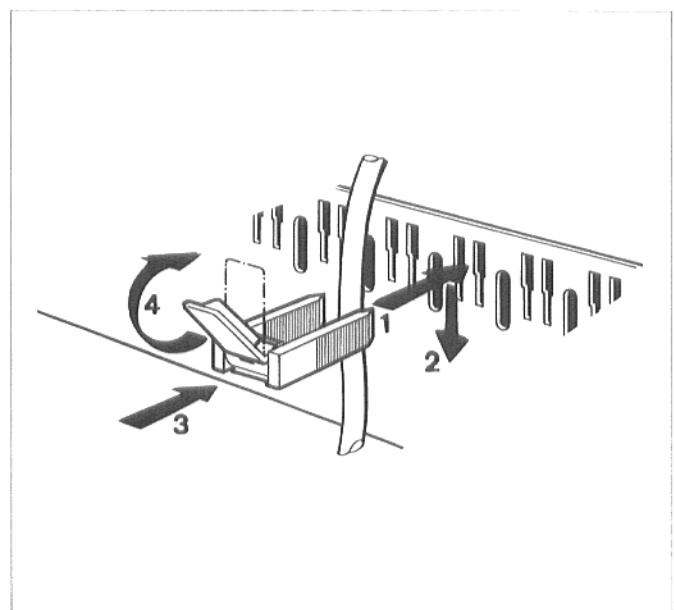

Afb. 14
- De bouwzijdig te monteren elektrische installatie volgens het schakelschema aan de stekerverbindingen aansluiten (Afb. 14).
De kabels vanaf de achterkant door de kabeldoorvoeropeningen in het kabelkanaal leggen en door de opening in de voorste ketelbovenplaat naar het regeltoestel voeren (Afb. 14).
De kabelklem met de leiding van boven in de sleuven van het klemmenframe (Afb. 14) brengen; de brug van het hendeltje moet naar boven wijzen. De kabelklem naar onderen toe schuiven en in het frame drukken. Het hendeltje naar boven toe omklappen (Afb. 15).